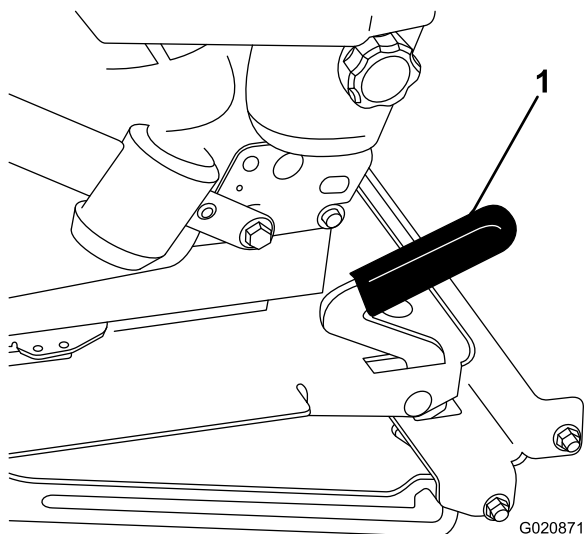

図 32
2. ラッチを前方に引いて持ち上げるとラッチが外れる 図 32。